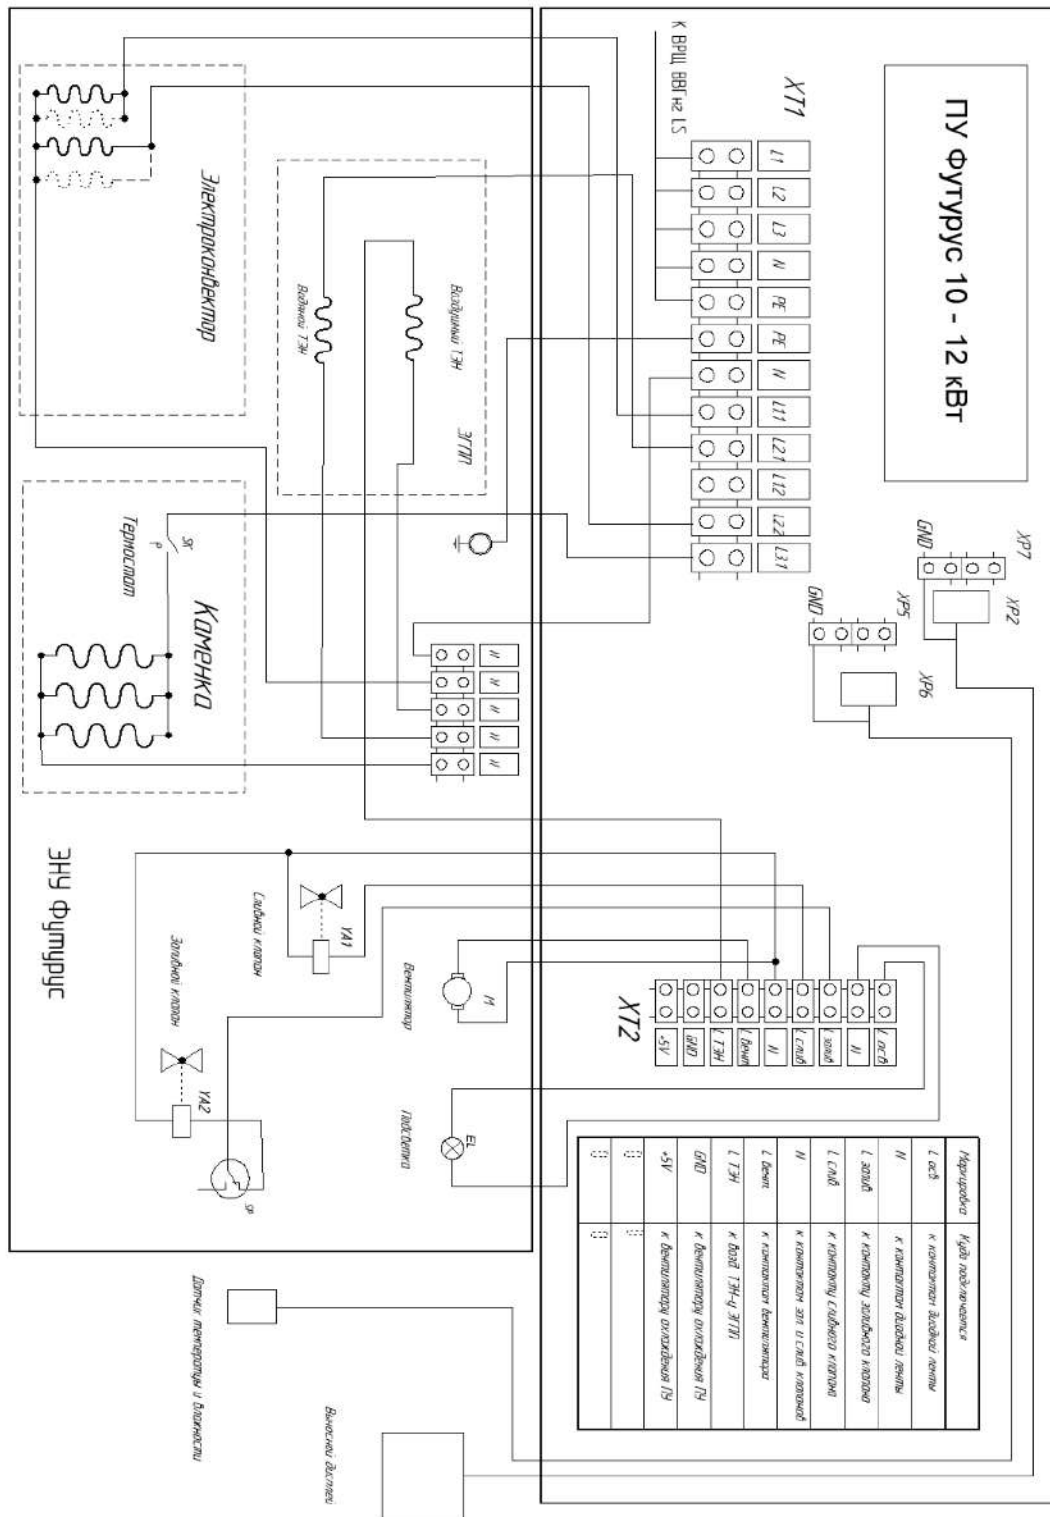
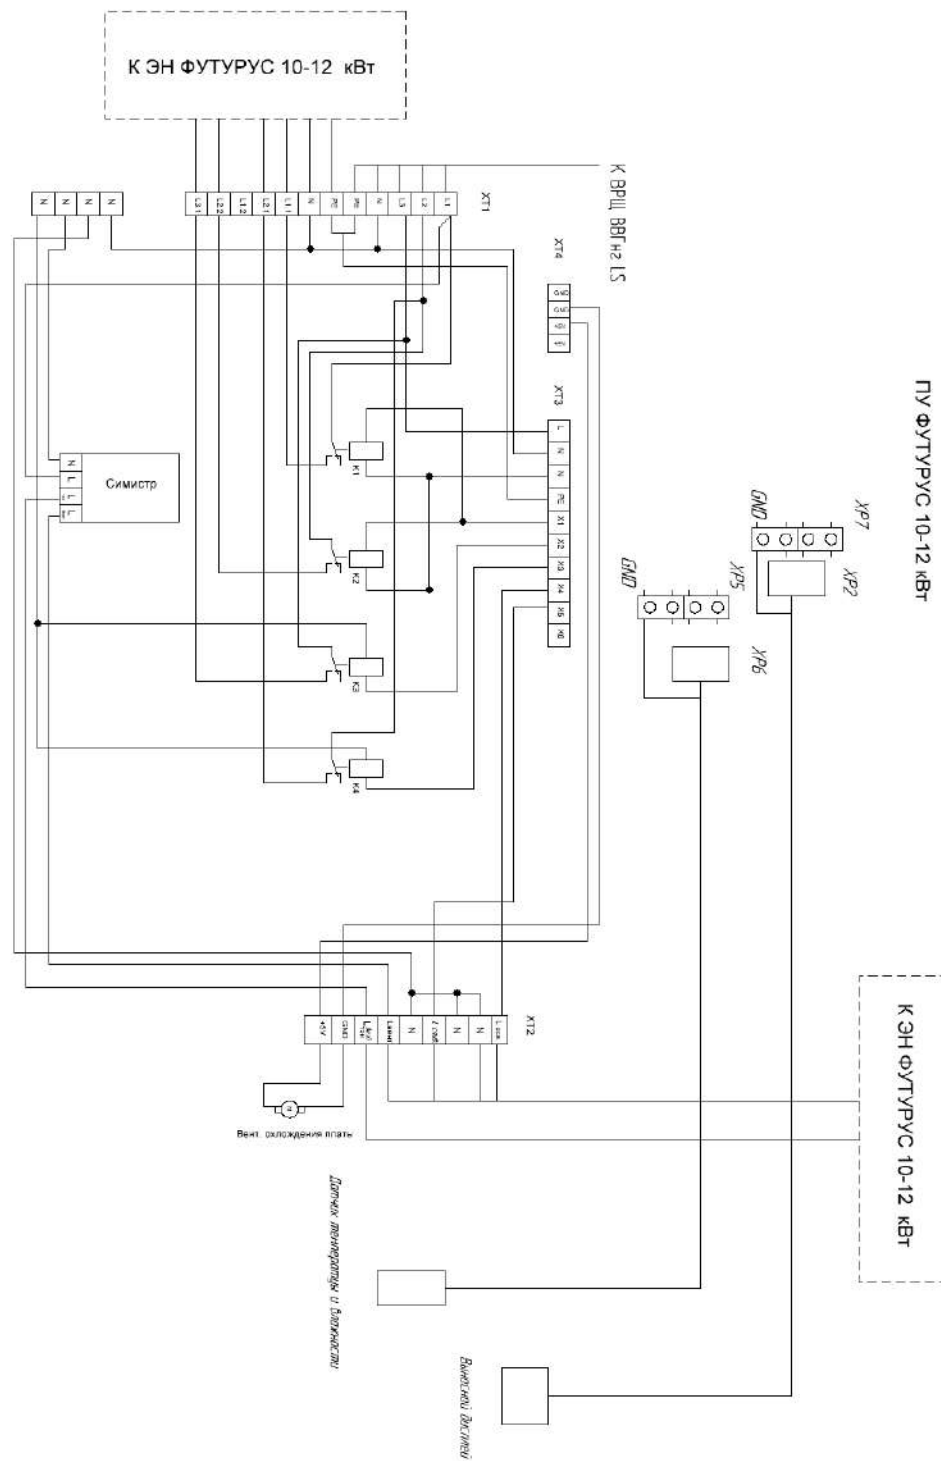

Рис.3.1 Схема электрических подключений ЭНУ «Футурус», мощностью 10-12 кВт с встроенным силовым блоком
Рисунок 4.1. Схема электрическая принципиальная ПУ ЭНУ «Футурус», мощностью 10-12 кВт
2.1.2.6 Снять крышку с электрического блока, расположенного на задней стенке ЭН. Выполнить подключение ЭНУ к электрической сети в соответствии со схемой подключений (см. рис. 3.1, 3.2, 3.3, 3.4) и требованиями, указанными в пп. 1.2 и 2.1.1.13 настоящего Руководства
2.1.2.7 Подключить датчик температуры и влажности и блок управления к силовому блоку в соответствии со схемой подключений (смотри рис.3.1, 3.2 для встроенного силового блока и рис. 4.1, 4.2 для выносного).
Аккуратно, соблюдая правила электротехнической безопасности, проложить кабель от вентилятора к ЭН. Подключить кабель к клеммам подключения вентилятора на задней стенке ЭН (см. рис. 3.1, 3.2, 3.3, 3.4 и таб. 1).
2.2.2.2 После запуска ПО и появления главной страницы, убедитесь, что на индикаторах «ТЕМПЕРАТУРА», «ВЛАЖНОСТЬ» появились цифровые значения (если показания равны 0 проверьте схему подключения датчика температуры и влажности (смотри рис.3.1, 3.2 для встроенного силового блока и рис. 4.1, 4.2 для выносного).